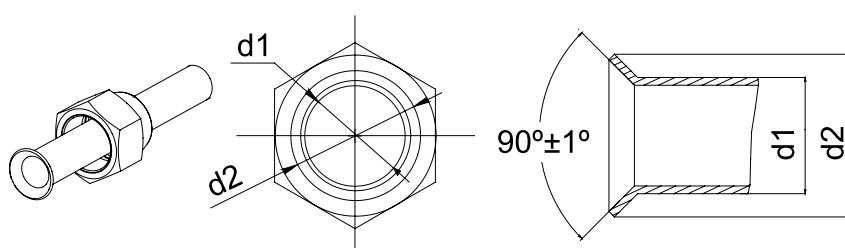

Fig. 7
- (1). Tagliare la tubazione frigorifera con un tagliatubi e rimuovere la sbavatura.
- (2). Tenere il tubo rivolto verso il basso, per evitare che le parti tagliate penetrino nella tubazione stessa.
- (3). Togliere i dadi svasati dal rubinetto dell'Unità Esterna e dall'interno della busta accessori dell'Unità Interna, poi inserirli nella tubazione frigorifera e realizzare la cartella utilizzando la cartellatrice.
- (4). Verificare che la cartella sia uniforme e che non siano presenti crepe (vedi Fig. 7).